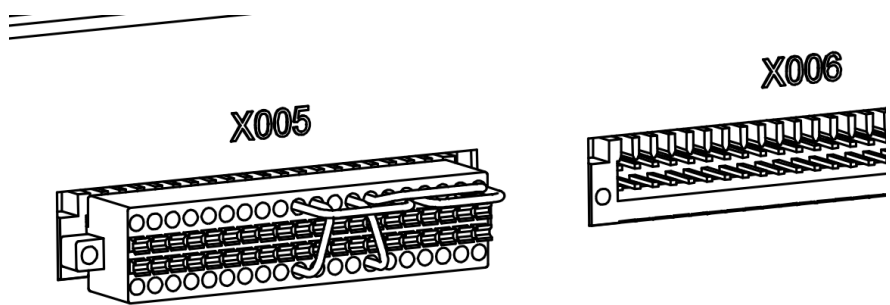

图 2-8 系统短接模块
**步骤 2** 确认控制柜的系统短接模块连接正常（图 2-8 中的 X005 即为连接正常的状态）。